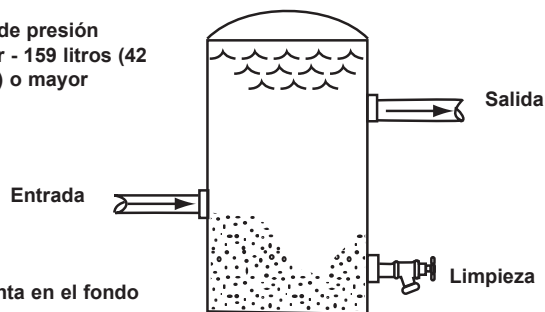

Figura 5
- NOTA:** Para grandes cantidades de sedimento, instale un filtro interceptor en el lado de entrada de la bomba (vea la Figura 5).